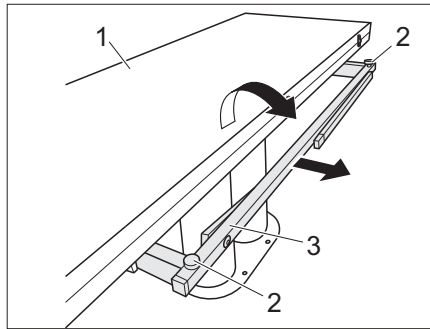

Fig. 107 Allungare il tavolo
- Estrarre la sottostruttura del tavolo (Fig. 107,3).
- Aprire la metà del tavolo (Fig. 107,1).
- Regolare il piano del tavolo all'altezza desiderata utilizzando le due viti di regolazione (Fig. 107,2).